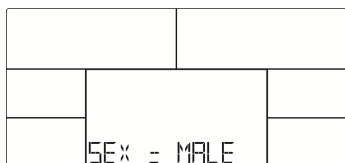

FIG 23
3. Le tableur affiche le sexe de l'utilisateur (Figure 23), sa taille, son poids et démarre le test.